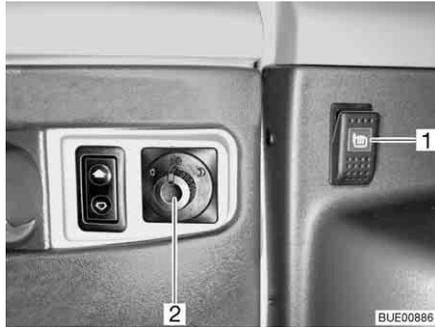
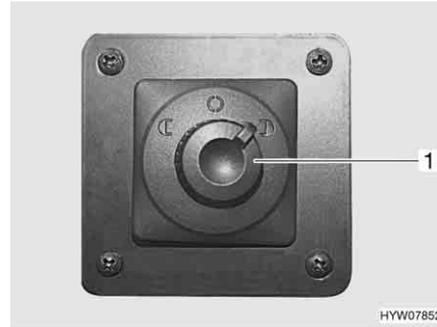

Fig. 36 Interrupteur réglage du rétroviseur extérieur et de son chauffage (Viseo)
Fig. 37 Interrupteur réglage des rétroviseurs extérieurs
- Sélectionner le rétroviseur extérieur qui doit être réglé. Pour ce faire, tourner l'interrupteur tournant (Fig. 36,2 ou Fig. 37,1) vers la gauche ou la droite.
- Pousser l'interrupteur (Fig. 36,2 ou Fig. 37,1) dans la position désirée.
- Appuyer sur l'interrupteur (Fig. 36,1 ou Fig. 38,1) sur le tableau de bord ou sur la console centrale. Le voyant de contrôle de l'interrupteur signale la marche.